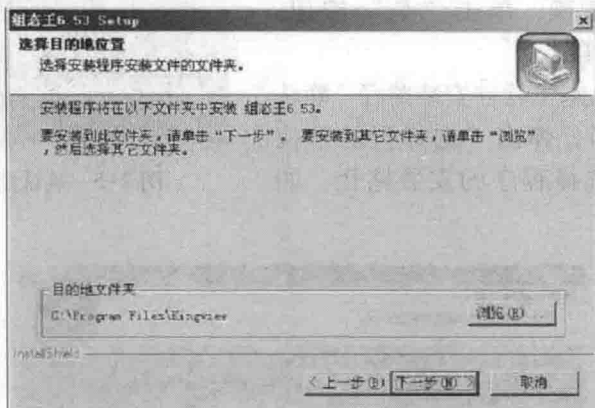

图 2-8 确认安装路径
(9) 在对话框的“路径”中输入新的安装目录。如: C:\Program Files\Kingview 输入正确后, 单击“确定”按钮, 出现如图 2-8 所示的对话框。